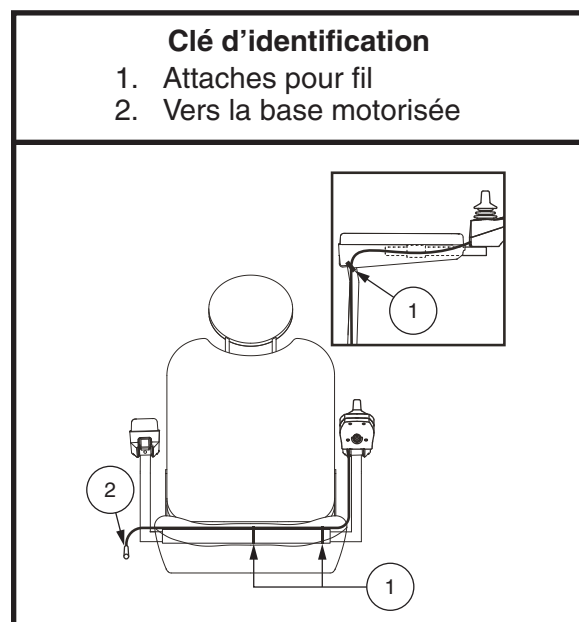

Figure 8. Câble sécurisé sur un siège Contour
4. Installez le contrôleur et passez le câble vers l'arrière de la base motorisée. **Voir figure 8.**
6. Fixez le câble du contrôleur sous l'appui-bras avec des attaches pour fil. **Voir la figure 8.**